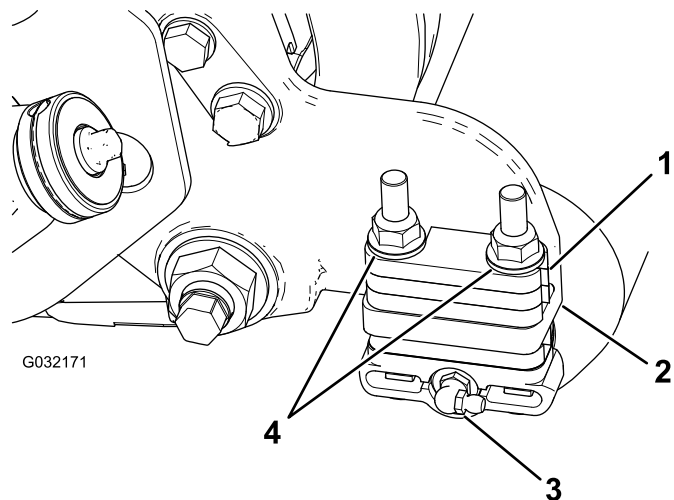

図 3
- ローラブラシハウジングのついているカッティングユニットの側面からグリスフィッティングを外す図 3。
1. 各ローラブラケットをサイドプレートに固定しているフランジロックナット2個を取り外す。またサイドプレートの取り付けフランジに6mmのスペーサが取り付けられている場合はそれらをすべて取り除く図3。